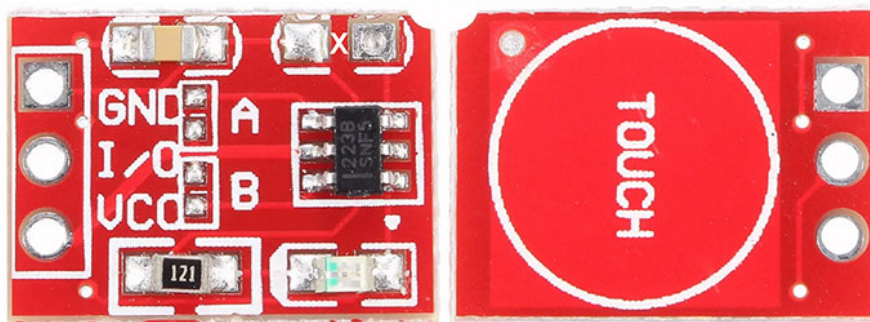

Figura 1[/caption]
- **Applicando un ponticello di saldatura su A (Figura 1) è possibile configurare il modulo TTP223 facendo variare lo stato dell'uscita:** - **A aperto:** l'impulso passa da Low a High all'attivazione dell'interruttore - **A chiuso:** l'impulso passa da High a Low all'attivazione dell'interruttore
- **Applicando un ponticello di saldatura su B (Figura 1) è possibile intervenire sulla modalità di funzionamento:** - **B aperto:** modalità diretta (funzionamento stabile) - **B chiuso:** modalità toggle (funzionamento bistabile)